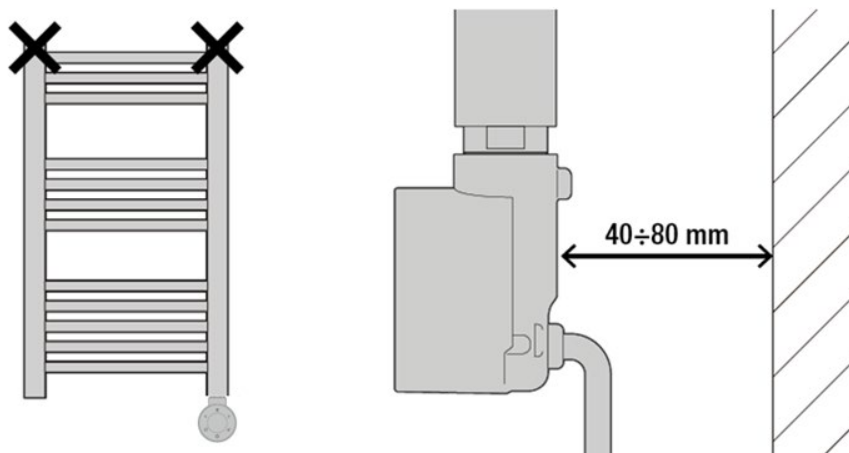

Abbildung 5 Position des RIO / RIO-WIFI-Reglers
- Der RIO / RIO-WIFI-Regler muss in einem Abstand von mindestens 40 mm und höchstens 80 mm von der Wand installiert werden. Die Abbildung 5 zeigt die optimale Position des RIO / RIO-WIFI-Reglers.
- Prüfen Sie, dass der RIO / RIO-WIFI-Regler mit dem Heizelement im unteren Bereich des Heizkörpers eingebaut werden kann (Abbildung 5).